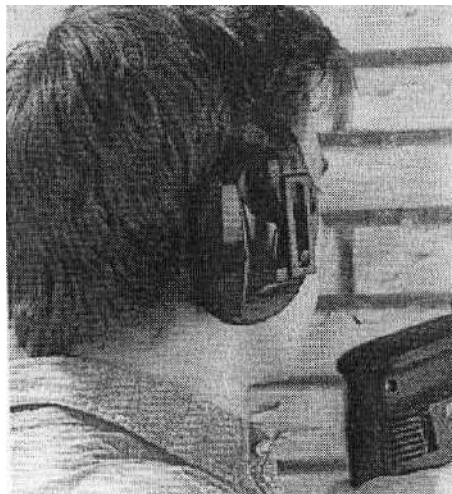

Fig. 1-2
- Matériaux barrière : Concernant les matériaux barrière, ceux -ci n'ont pas la propriété d'absorber les sons, mais plutôt de les isoler. On trouve généralement les coupe-son, les fenêtres, les feuilles d'acier, les feuilles de plomb, les panneaux de placoplâtre, les portes en caoutchouc, les bouchons d'oreilles (fig. 1-2), etc.